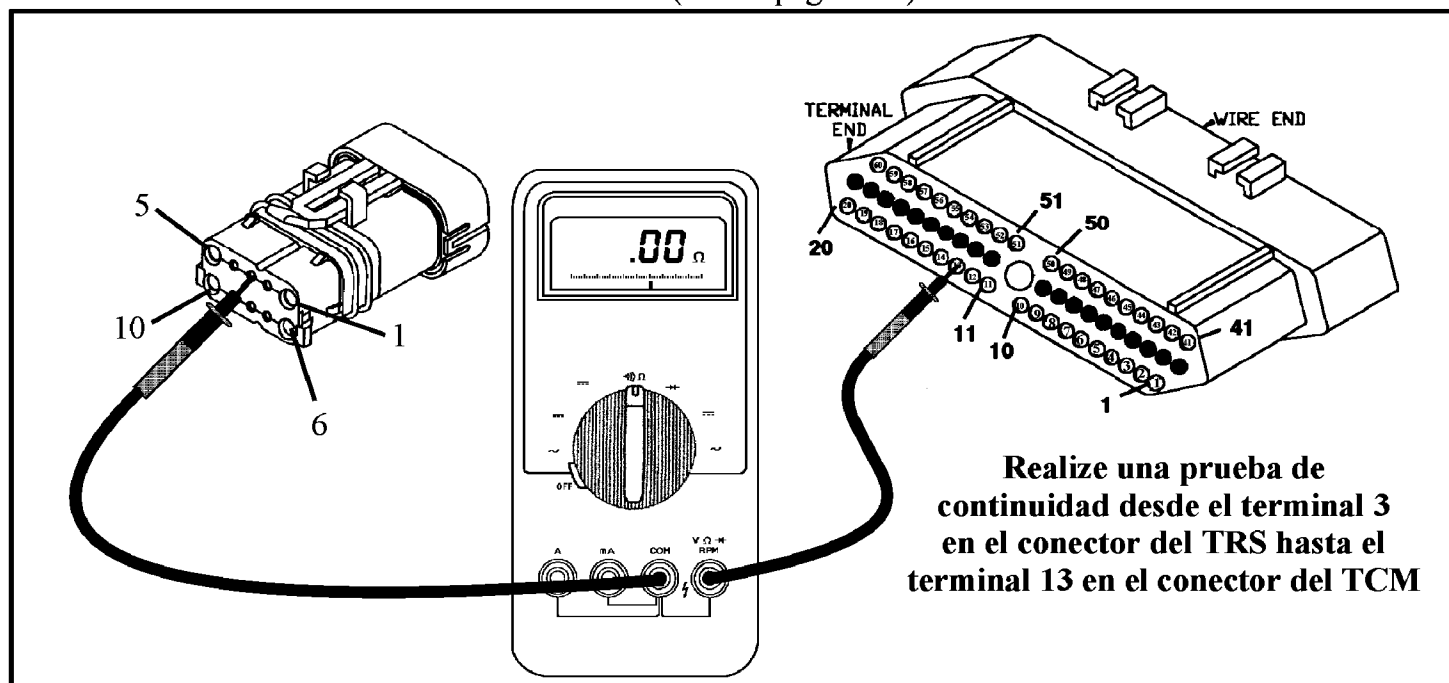

Figura 75
- Realice una prueba de continuidad al alambre de tierra que va al TFT colocando un cable del metro al terminal 3 en el conector del TRS y el otro cable al terminal 13 en el TCM como se ve en la figura 75. Si hay continuidad, vaya al proximo paso. Si no hay continuidad, repare o reemplaze el alambre. En caso de que el alambre tenga que ser reemplazado, tenga en mente que los sensores de rpm de turbina y de salida comparten este mismo alambre de tierra. Asegurese de incluirlos en el nuevo alambre (Vea la pagina 74).